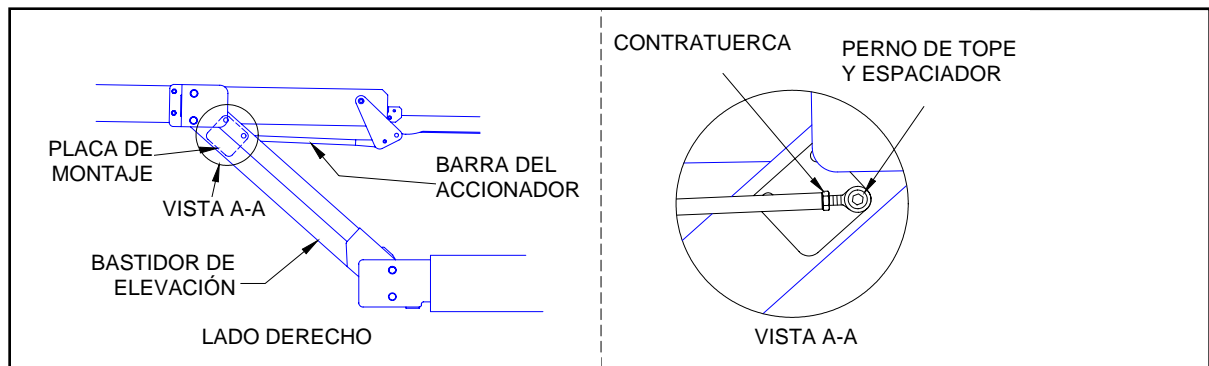

FIGURA 4-12: EXTRACCIÓN DE LA BARRA DEL ACCIONADOR DE LA PLACA PUENTE
- e. Consulte la **Figura 4-12** . La vista A-A es desde debajo de la plataforma. Localice el ensamblaje de las barras del accionador del lado derecho (en la parte derecha de la plataforma, encima del bastidor de elevación). Afloje la contratuerca del extremo de la barra.